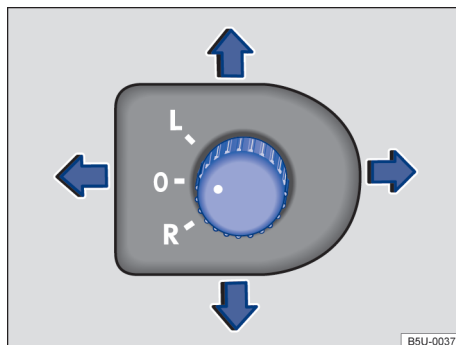

Fig. 72 En la puerta del conductor: interruptor rotativo de ajuste de los espejos retrovisores externos eléctricos.
- Girar el mando giratorio en la puerta del conductor hasta el símbolo deseado → fig. 72.